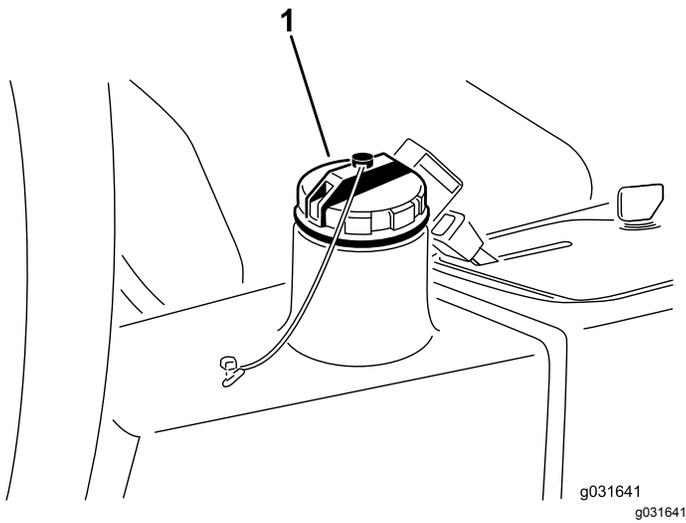

Figura 59
2. Limpie la zona alrededor del cuello de llenado y el tapón del depósito de aceite hidráulico (Figura 59).
3. Retire el tapón del depósito hidráulico (Figura 59).